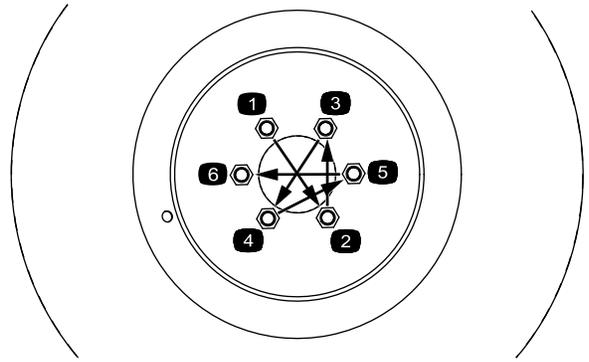

図 14
2. 前タイヤを取り付ける先ほど取り外した締結部材を使用する。ホイールナットを 94-122 N·m (70-90 ft·lb) に対角線パターンでトルク締めする 図 14。